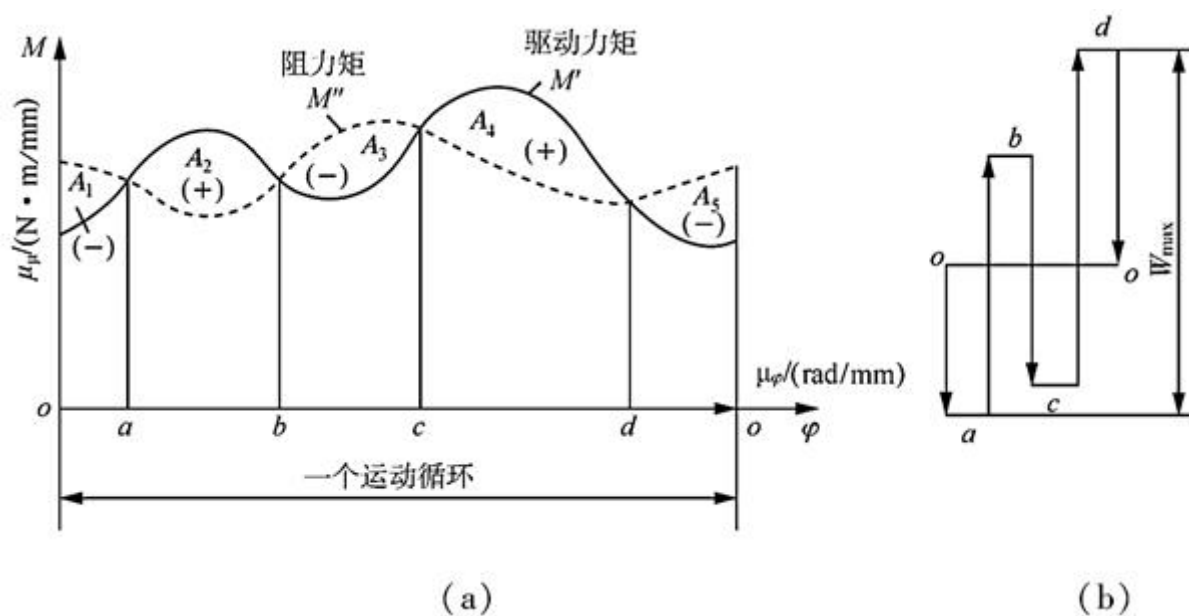

图7-1-2 最大盈亏功的确定
(1) 计算输入功与输出功之差
① 如图7-1-2 (a) 所示, oa区间的输入功与输出功之差
如图7-1-2 (b) 所示，从o点出发，顺次作向量oa、ab、bc、cd、do表示相应区间的盈亏功。盈功为正，箭头朝上；亏功为负，箭头朝下。